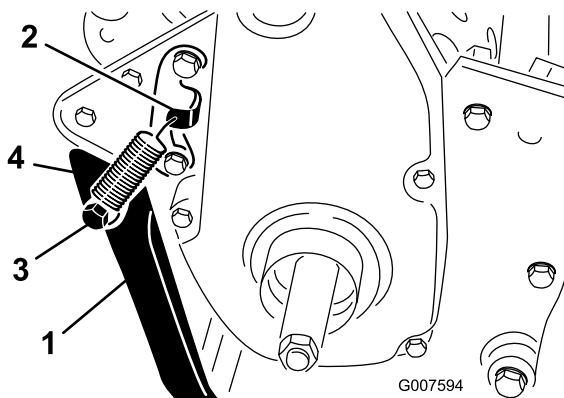

Figura 6
- Enganche el muelle en el taladro del soporte y al anclaje, alineando el caballete con los taladros de montaje del bastidor trasero (Figura 6).
- Sujete el caballete a cada lado del bastidor con un perno, una arandela de freno, un espaciador, una arandela plana y una contratuerca (Figura 6). El espaciador debe colocarse en el taladro de montaje del caballete.